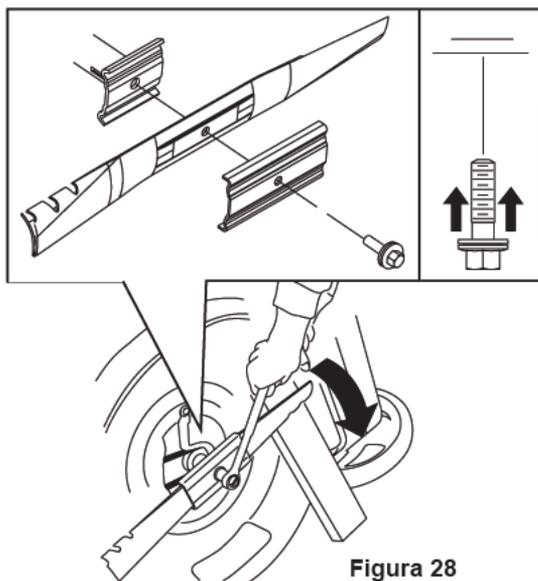

Figura 28
3. Utilice un bloque de madera para sujetar la hoja de equilibrio (Figura 28).